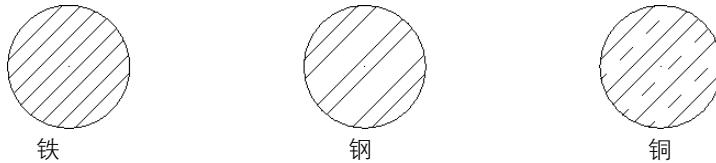

图 5-49 填充区域的材料
- 图样：用来表示所填充区域的材料，它包括铁、钢、黄铜、橡胶、火砖、大理石、镁和铝 8 种填充图样，用户也可以单击 按钮自己设置填充图样，如图 5-49 所示。